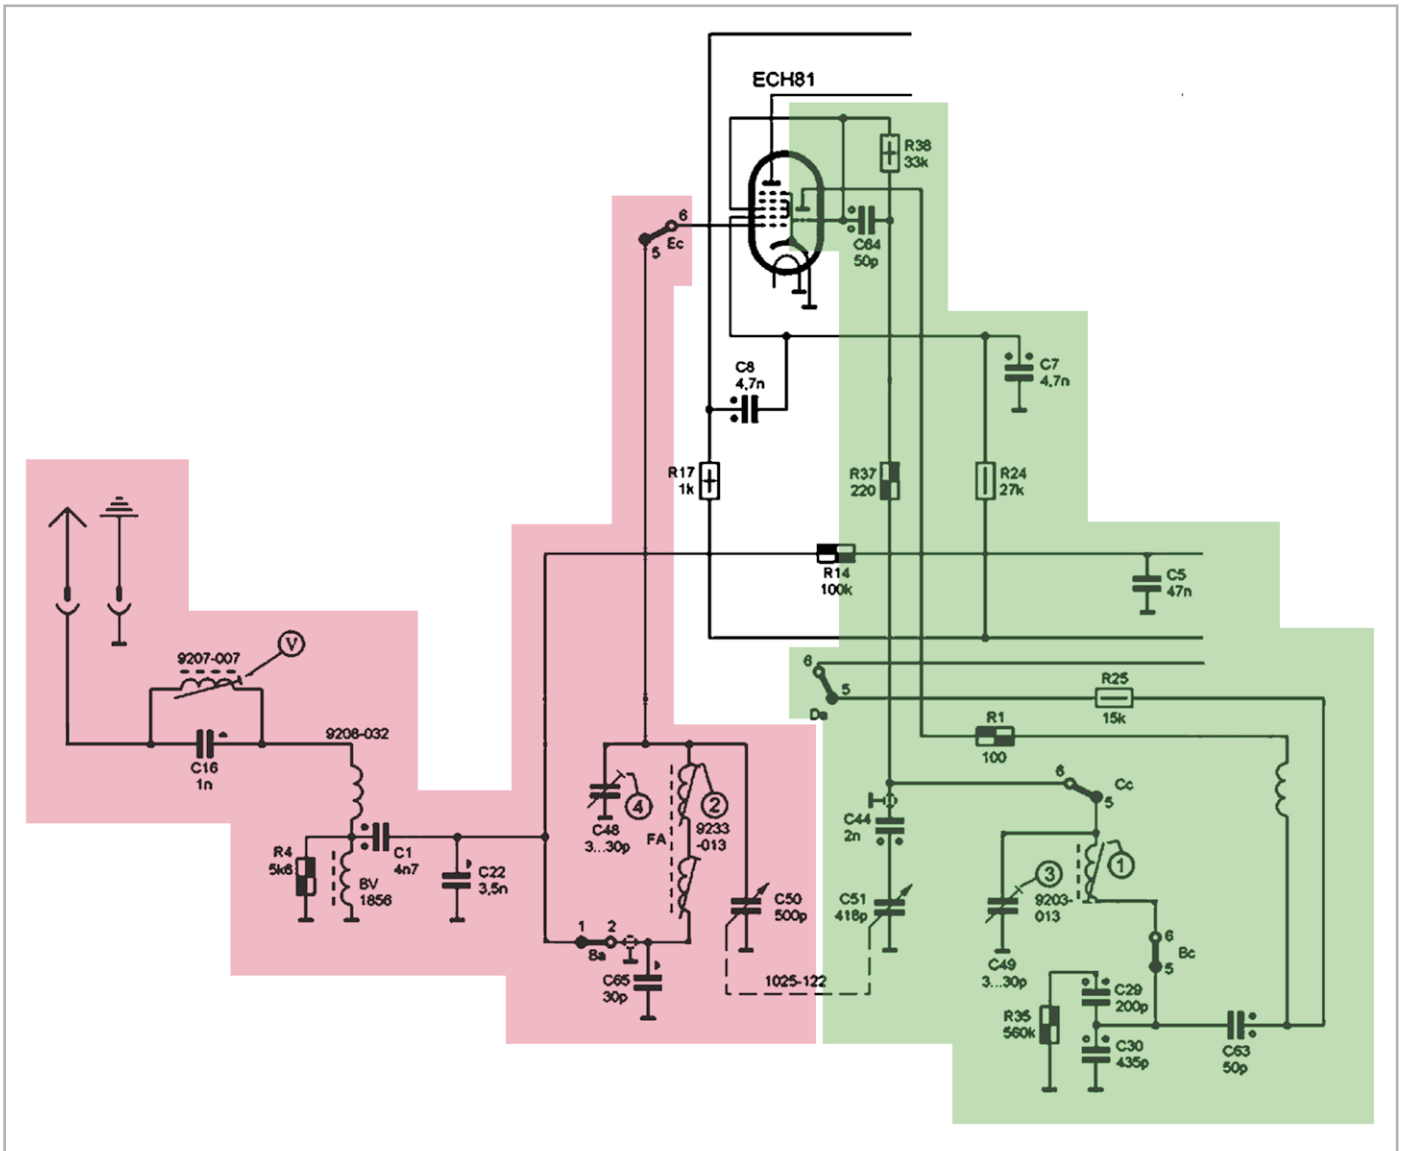
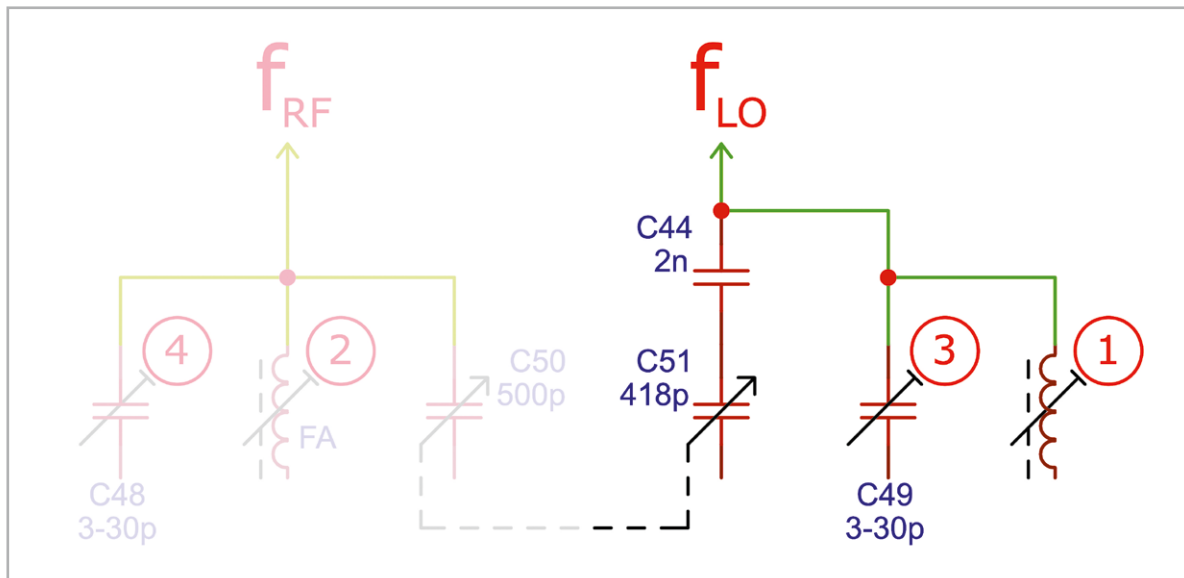

Bild 2: Front-End-Bereich (rosa) und Oszillatorteil (grün) des Radios
Bild 3: Die Schwingkreise, die wir abstimmen können – der lokale Oszillator (LO) auf der rechten Seite
Sie erinnern sich vielleicht daran, dass wir Schaltpläne vereinfachen können, um die Schaltung besser zu verstehen. Bild 2 zeigt dieses Verfahren für
Im Folgenden werden wir die Hochfrequenz- und Oszillatorabstimmung für den Mittelwellenbereich untersuchen. Dasselbe Konzept gilt dann auch für die anderen Bänder. Im Schaltbild (Bild 2) sehen wir mit
Dieser Frequenzbereich wird durch einen abgestimmten Schaltkreis (Schwingkreis) erreicht, der im grünen Abschnitt in Bild 2 zu sehen ist. Um diese Schaltung leichter identifizieren zu können, wurde sie in Bild 3 reduziert wiedergegeben. Dort sehen wir den Schwingkreis des Lokaloszillators (LO), der sich aus einer einstellbaren Spule ①, einem Trimmerkondensator ③ und der Reihenschaltung von C44 und C51 zusammensetzt.